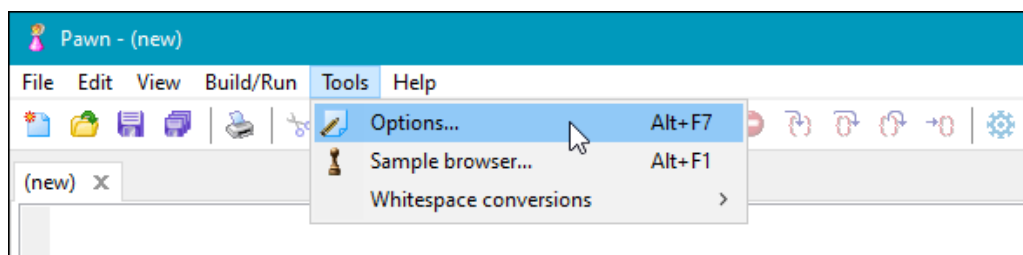
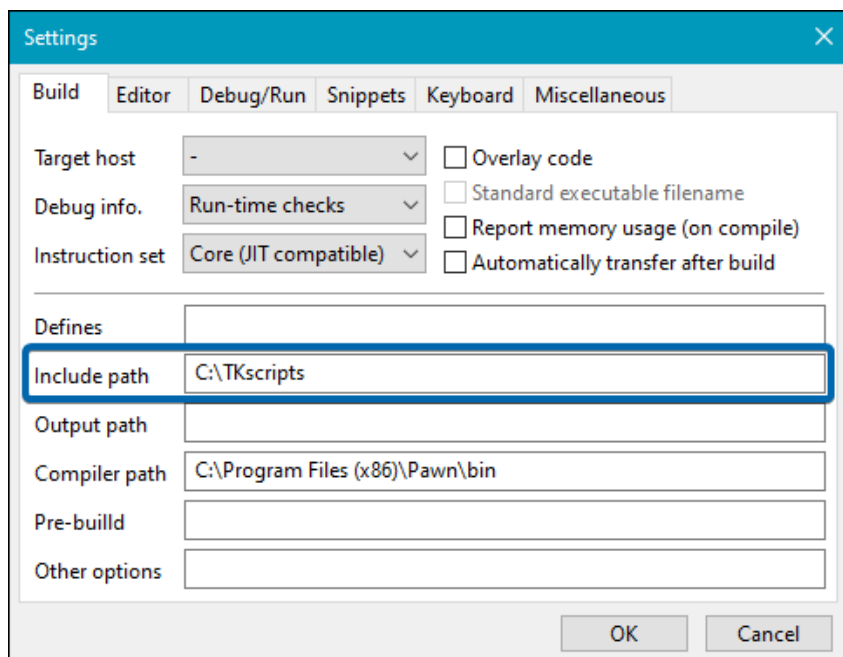

Рис.1. Переход к настройкам Pawn IDE
Рис.2. Указание пути к файлам скриптов от ТехноКом
5. Выберите в главном меню Pawn IDE пункт «Tools», далее — пункт «Options...» (**Рис.1**) и укажите в поле «Include path» путь к файлам скриптов *.inc* от ТехноКом (**Рис.2**).